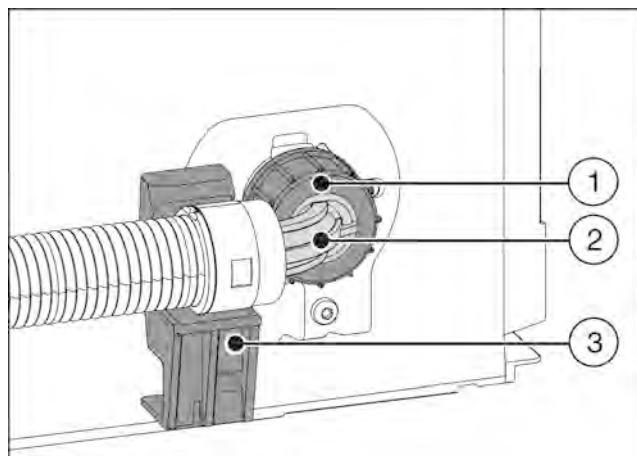

Fig. 23
- ▶ Конец шланга под углом *Fig. 23* (2) разместить горизонтально на держателе *Fig. 23* (3) и удерживать.
- ▶ Вручную гайку *Fig. 23* (1) накрутить на резьбу до обеспечения надежной посадки.